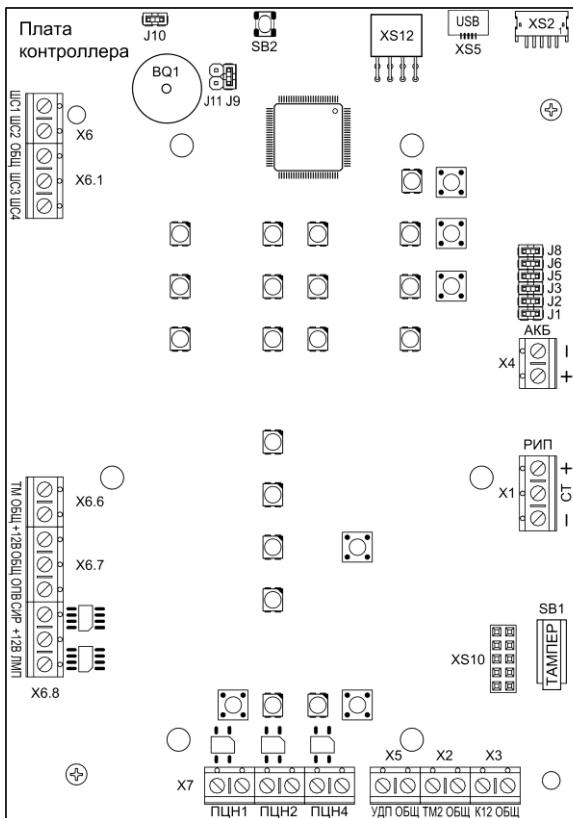

Рис.1 Плата контроллера Гранит-4 (вид со снятой панелью индикации и управления) и плата источника питания
Прибор состоит из корпуса и съёмной крышки. В корпусе расположены плата контроллера и плата источника питания (рис.1). На плате контроллера установлена панель индикации и управления (рис.2).
3.1 На плате контроллера (рис.1) расположены следующие элементы:
3.3 На плате источника питания (рис.1) расположены следующие элементы: